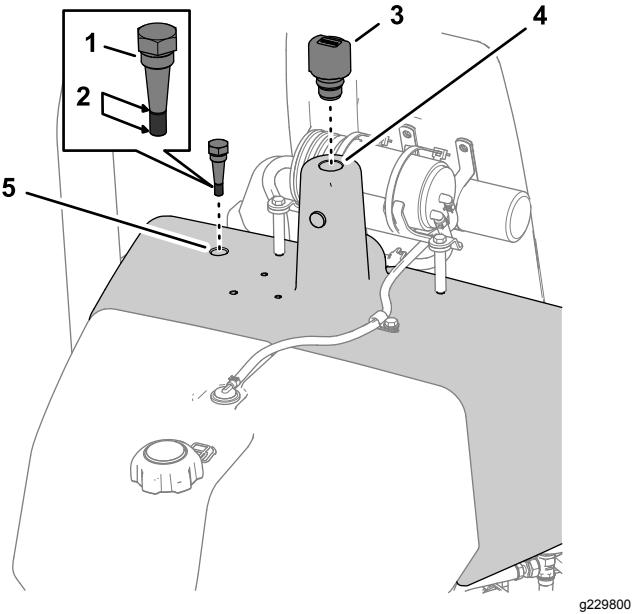

Рисунок 49
- Выверните масломерный щуп, расположенный в верхней части гидравлического бака, протрите его до чистоты, еще раз вставьте в бак и затем снова выньте из бака (Рисунок 49).
- Если на масломерном щупе нет масла, снимите крышку заливной горловины гидравлического бака (Рисунок 49) и
- Вставьте масломерный щуп и сапун в гидравлический бак (Рисунок 49).